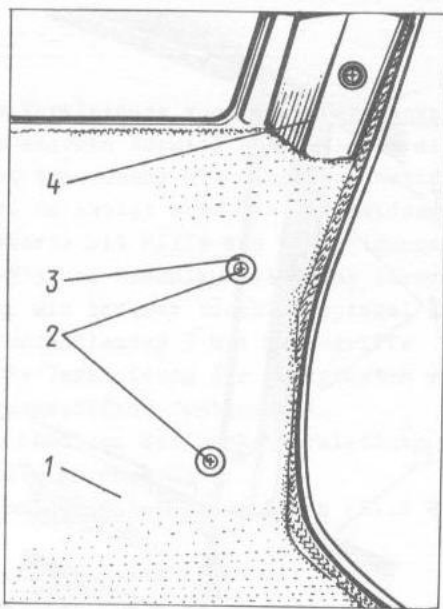
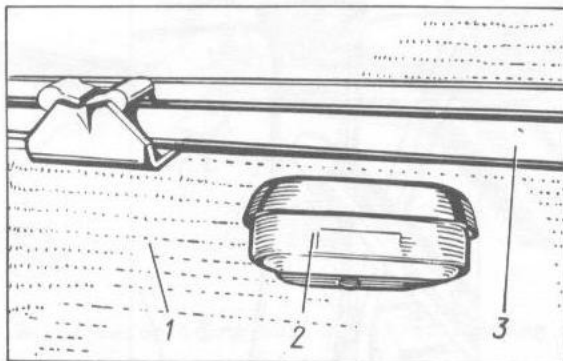
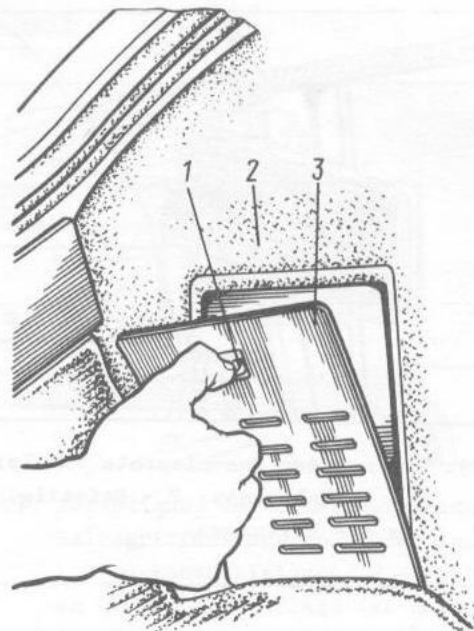
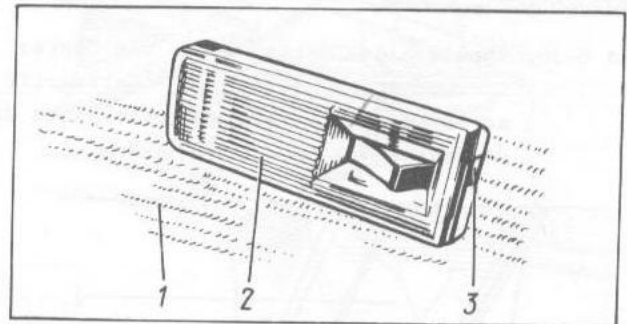

Bild 8-34. Befestigung von Belag des Spritzblechs des Seitenteils:
Bild 8-35. Deckel an Belag des Spritzblechs des Seitenteils:
Bild 8-36. Absetzen der Klappe von Belag des Spritzblechs des Seitenteils:
Bild 8-37. Kofferraumleuchte:
Die Beläge der Spritzbleche des Seitenteils sind starre Formteile, die an der Seite des Innenraums mit Dekorationsstoff (Bild 8-34) verkleidet sind. An den Belägen 1 (Bild 8-35) der Spritzbleche sind leicht abhebbare Deckel 2 angebracht; diese decken die Öffnungen für den Zutritt zu den oberen Befestigungspunkten der hinteren Stoßdämpfer und die Klappe 3 (Bild 8-36) zum Zutritt zu den Stromleitungen der Fahrtrichtungsanzeiger ab. Außerdem ist am linken Belag die Kofferraumleuchte 2 (Bild 8-37) angebracht.
- Kofferraumleuchte 2 (siehe Bild 8-37) abmontieren;
- Beläge der Spritzbleche des Seitenteils entfernen (siehe Bild 8-34);